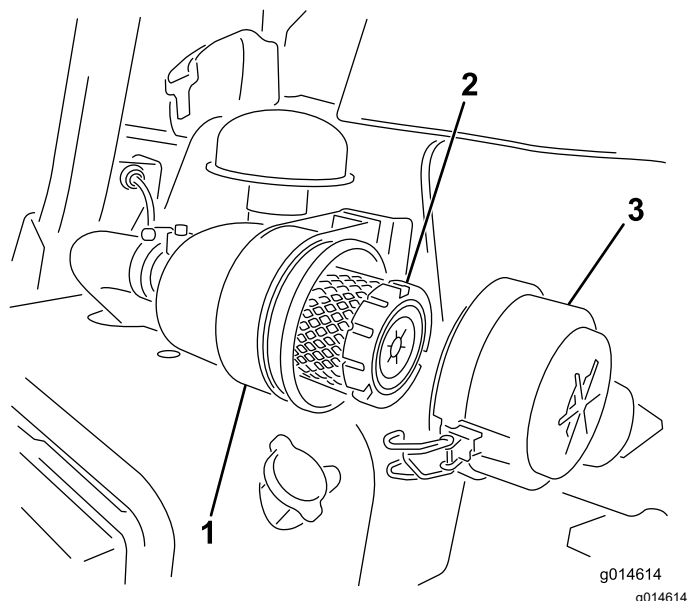

Рисунок 31
1. Отпустите защелки, фиксирующие крышку воздухоочистителя на его корпусе (Рисунок 31).
- Зафиксируйте защелки (Рисунок 31).